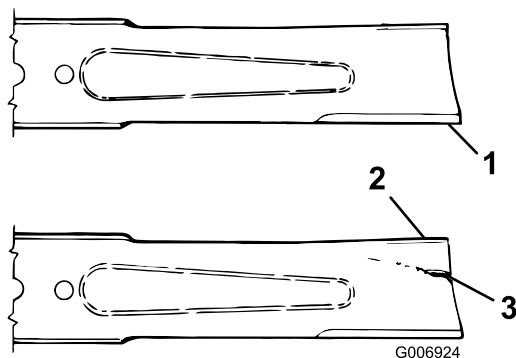

Figura 75
3. Examine cuidadosamente los extremos de corte de la cuchilla, sobre todo en el punto de reunión entre la parte plana y la parte curva de la cuchilla (Figura 75).
4. Si se aprecia desgaste (Figura 75), cambie la cuchilla; consulte Inspección del plano de la cuchilla (página 76).
Si se permite que la cuchilla se desgaste, se formará una hendidura entre la vela y la parte plana de la cuchilla (Figura 75). Con el tiempo, una parte de la cuchilla puede desprenderse y ser arrojada desde debajo de la carcasa, posiblemente causando lesiones graves a usted o a otra persona.